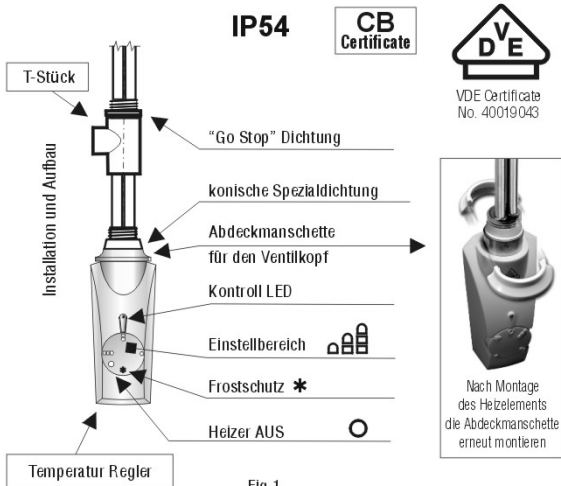

Fig. 1
3. Der GTN-Heizer wird durch Rechtsdrehen des Temperaturreglers eingeschaltet, die LED-Anzeige leuchtet. Die Position mit dem \* dient zum Frostschutz (ca. +10°C). Der Temperatur-Einstellbereich ist +20°C bis +70°C. Der Heizer wird durch Linksdrehen des Temperaturreglers bis zum Anschlag ausgeschaltet, die LED-Anzeige erlischt (Fig. 1).